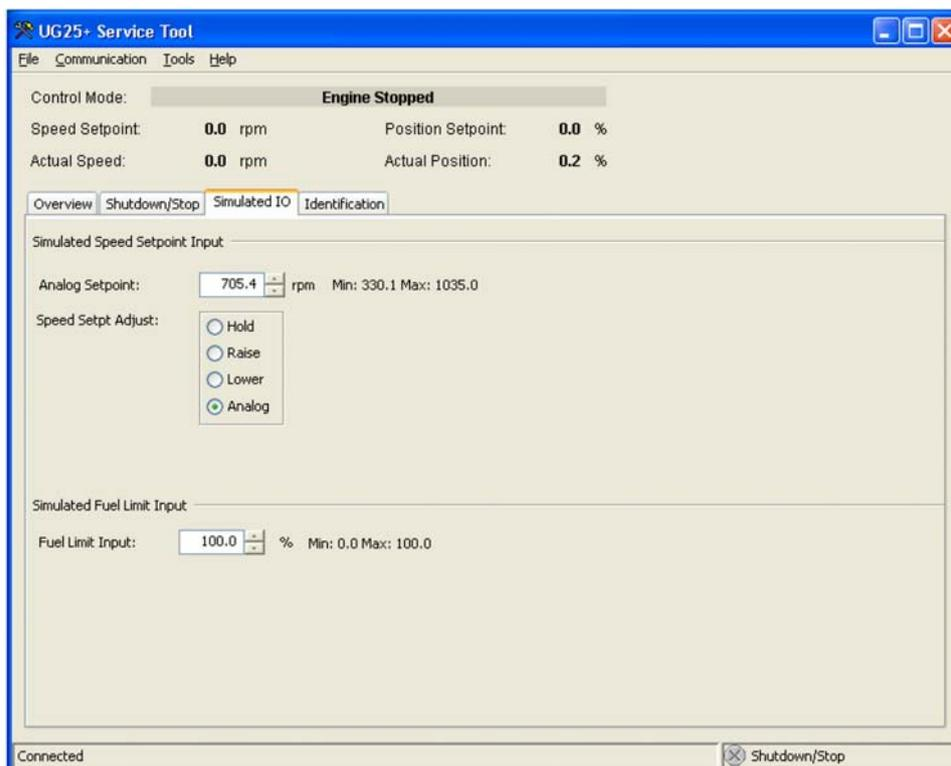

図 5-5; サービス・ツールの擬似入出力画面
- Simulated I/O (擬似入出力; 図 5-5 参照)
L シリーズの Aux 3 と Aux 4 の入力は、通常運転では、速度設定入力信号とロード・リミット／ブースト圧入力信号の受け付けに使用されますが、サービス・ツールと通信を行う時には、この2つの入力を PC とのシリアル通信に使用しますので、速度設定入力やロード・リミット／ブースト圧入力としては機能しません。擬似入出力 (Simulated I/O) 画面 (図 5-5) は、このガバナがサービス・ツールと接続されている時に、(速度設定入力やブースト圧入力) の動作の検証を行う為に使用する画面です。